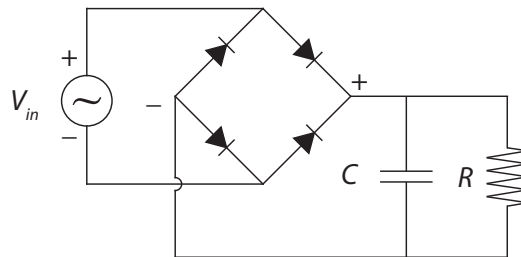

Figura 5.4: Circuito rectificador de onda completa con un condensador en paralelo.
- j) Agregue al circuito un condensador de capacidad $C = 10 \mu\text{F}$ como se muestra en la figura 5.4. Con el osciloscopio observe el voltaje a través de la resistencia en acoplamiento DC. Dibuje este voltaje y explique su forma, indicando la función del puente de diodos y del condensador.